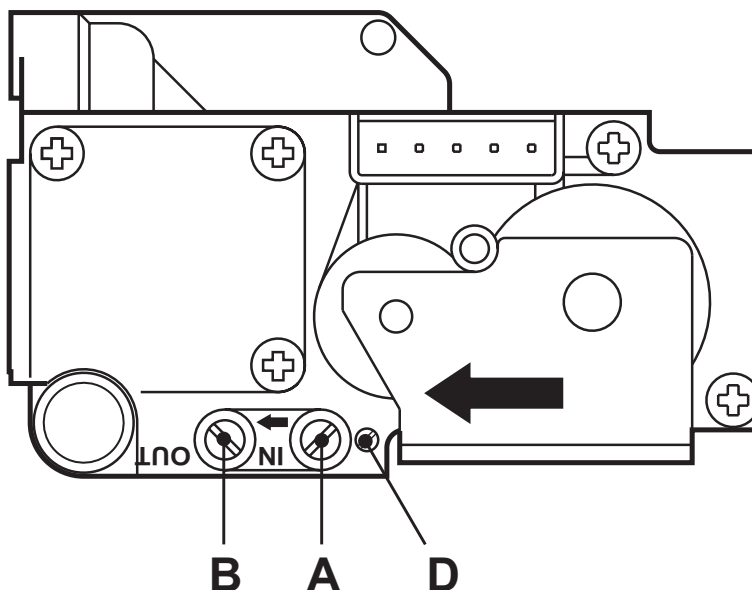

fig. 15 - Valvola gas
- Collegare un idoneo manometro alla presa di pressione "B" fig. 15 posta a valle della valvola gas
- Regolare la pressione minima attraverso la vite "D" fig. 15, in senso orario per diminuirla ed in senso antiorario per aumentarla.